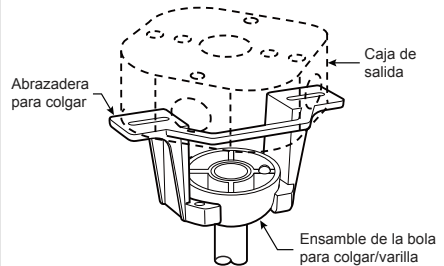

Figura 4
4. Afloje los dos tornillos de fijación del soporte del barril de soporte para techo a través de la varilla. Introduzca los cables de color marrón, azul, rojo, gris y amarillo cables a través de la varilla. (Figura 4)
2. Levante cuidadosamente el ventilador y coloque el ensamble de la bola para colgar/varilla en la abrazadera para colgar que acaba de fijar a la caja de salida. Asegúrese de que la ranura de la bola esté alineada con la lengüeta de la abrazadera para colgar. (Figura 4)
3. Realice las conexiones de cables al bloque del terminal como se muestra en la Figura 4.
4. Para que el ventilador sea funcional, instale las pila (incluidas) de 3V en el transmisor del mando a distancia. Mientras el ventilador esté apagado. A continuación, siga el proceso de fijación remota de código. Si no se utiliza el ventilador durante un largo periodo de tiempo, extraiga la batería para evitar cualquier daño al transmisor. Almacene el mando a distancia en un lugar alejado del calor o la humedad excesiva. (Figura 4)